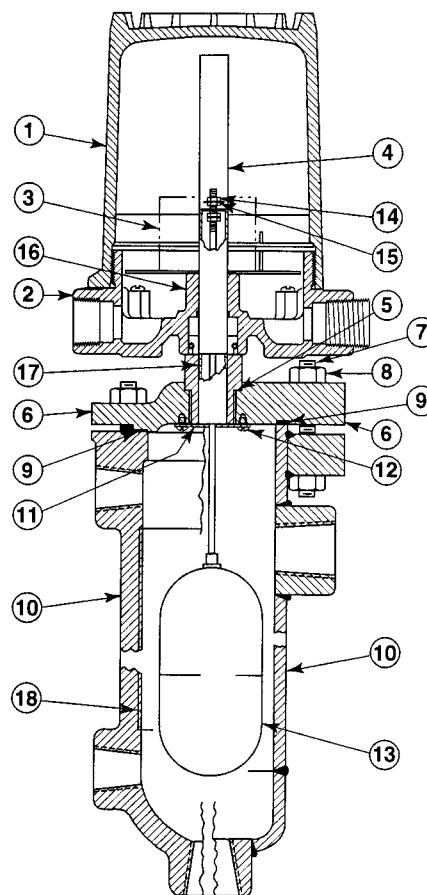

Рис. 8
3. Снимите узел корпуса переключающего, ослабив шестигранную гайку, которая расположена сразу под основанием корпуса (см. рис. 8).